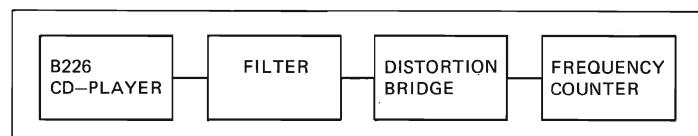

Fig. 4.17
→ fig. 4.17
- Montage selon fig. 4.17 avec filtre de mesure de distorsions à la sortie VARIABLE OUTPUT [2].